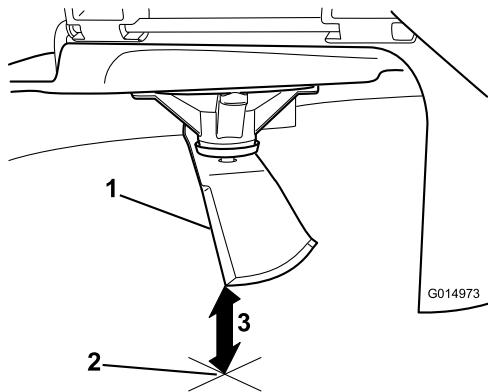

Figura 68
- 5. Mida desde la punta de la cuchilla hasta la superficie plana (Figura 68).